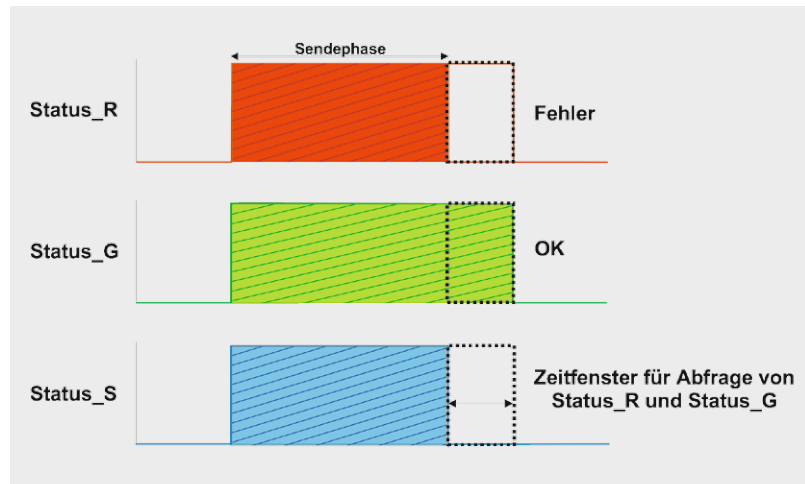

Bild 8: Der zeitliche Ablauf bei der Auswertung der Statussignale
In Bild 8 ist vereinfacht dargestellt, was bei einem Sendevorgang passiert. Zeitgleich zum Sendebefehl gehen alle 3 Statusausgänge auf high. Nach erfolgreicher Übermittlung der Daten zum Aktor leuchtet zum Schluss kurzzeitig die grüne LED, im Fehlerfall die rote LED. Mit einem Mikrocontroller wird zunächst der Ausgang „Status_S“ überwacht, wechselt dieser von high nach low, kann durch Abfrage von „Status_R“ (Fehlerfall) und „Status_G“ (OK) festgestellt werden, ob der Sendevorgang erfolgreich war. Diese Funktion ist eher für erfahrene Programmierer gedacht, die diese Funktion in ihre eigenen Schaltungen integrieren wollen.